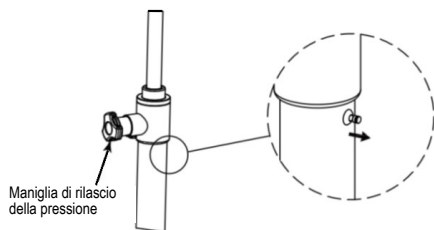

Fig. 5
3. Gru in discesa: ruotare la maniglia di rilascio della pressione in senso antiorario (Fig. 5), rilasciare la maniglia e lo scarico della pressione si chiuderà automaticamente.